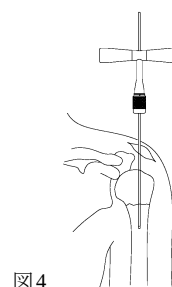

図4
- 4) ガイドワイヤーを挿入する場合は、ネイルエントリーホールを開窓後、T型ガイドワイヤーハンドルSで把持して挿入します。(図4)